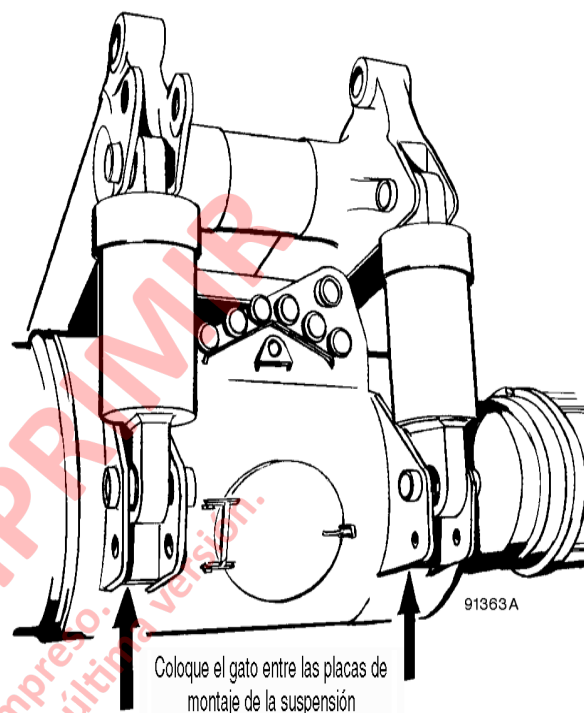

FIGURA 2-5. UBICACIÓN DEL GATO EN EL EJE TRASERO
1. Estacione el camión en un terreno plano y bloquee las ruedas delanteras. Ponga un gato hidráulico bajo las placas de montaje de la suspensión trasera como se muestra en la Figura 2-5.